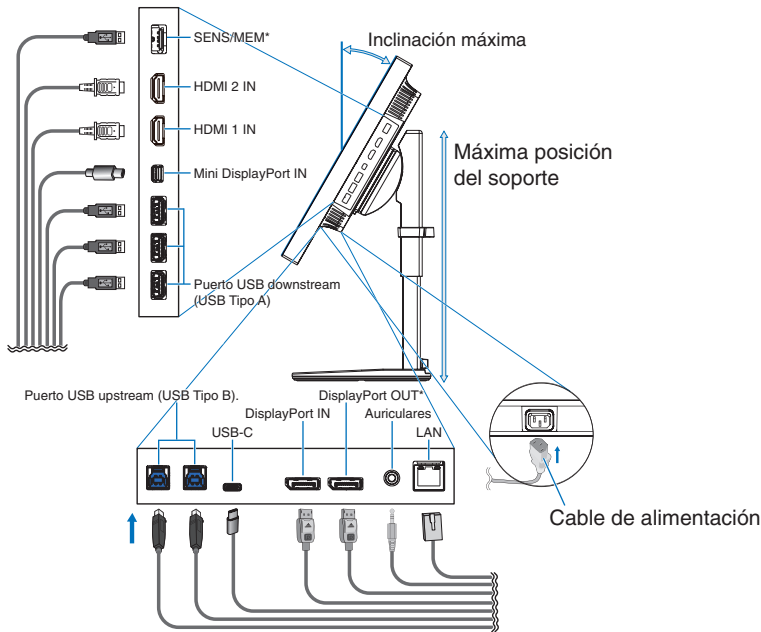

Figura C.1
4. Conecte todos los cables en los conectores correspondientes (**figura C.1**). Al utilizar un cable USB, conecte el conector del tipo B al puerto USB de upstream en la parte trasera izquierda del monitor y el conector del tipo A al puerto de downstream del ordenador (**figura C.1a**). Si está utilizando el cable de un dispositivo USB, conéctelo a uno de los puertos downstream del monitor.